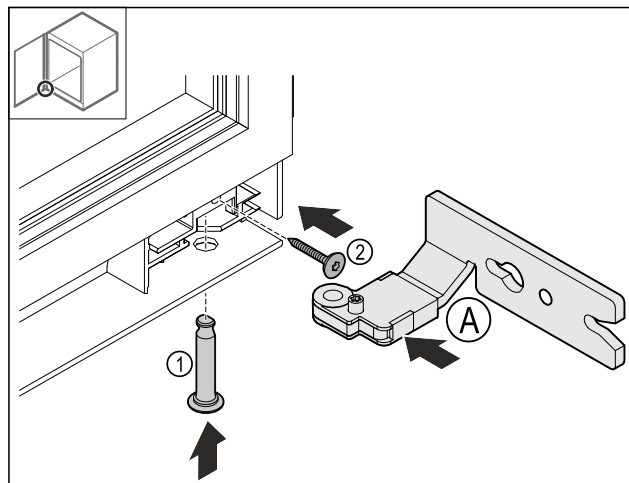

Fig. 29
- Ievietojiet apakšējo eņģi Fig. 29 (A).
- Iespraudiet un cieši turiet tapu Fig. 29 (1).
- Pievelciet skrūvi Fig. 29 (2).